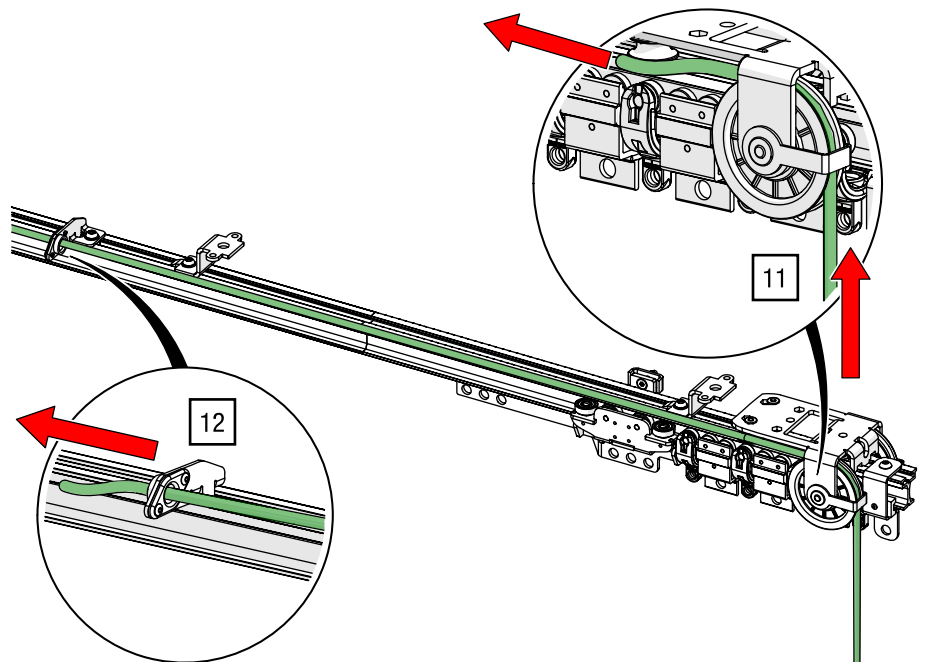

Abb. 80: Seitliche Seilführung – Seil durch Ableitrolle und Seilführung führen
11. Fädeln Sie das Seil durch die Ableitrolle nach oben (siehe Abb. 80).
12. Führen Sie das Seil am ersten Zugwagen vorbei durch die Seilführung (siehe Abb. 80).
16. Führen Sie das zweite Seilende durch die Ableitrolle nach oben durch die Ableitrolle und durch die Seilführung bis in den zweiten Zugwagen (siehe Schritt 11 – Abb. 80 [► S. 67]).